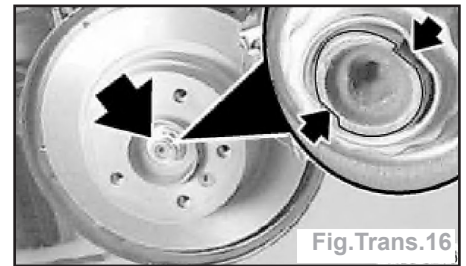

Fig. Trans. 16
- Détacher l'écrou à embase (Fig. Trans. 16).
- Remplacer l'écrou à embase, le serrer au couple et le mater sur le méplat (Fig. Trans. 16).